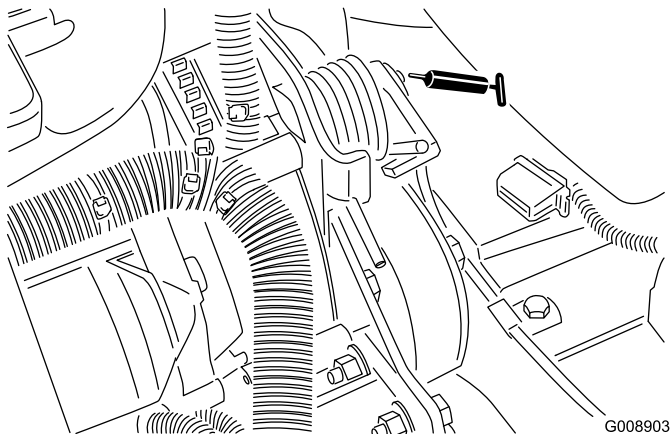

Figura 59
- Pivote tensor de la correa (Figura 59)